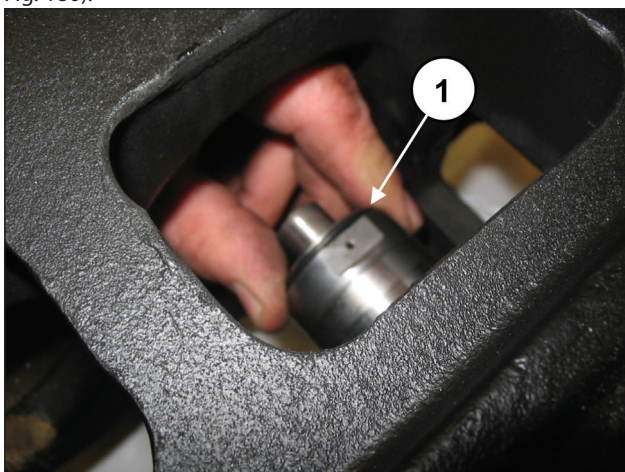
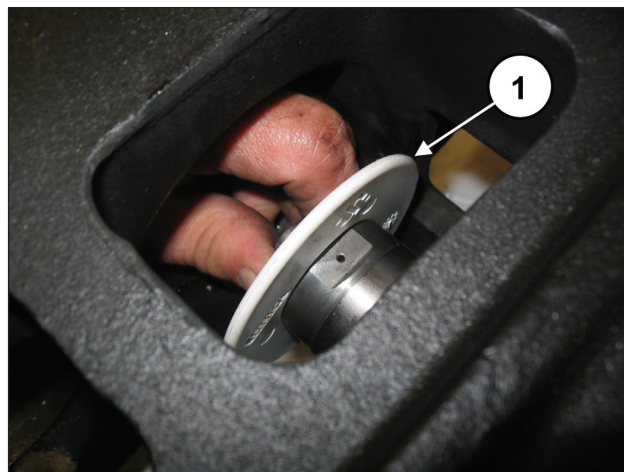

Fig. 179
Fig. 180
Posizionare il paraspruzzi completo di O-ring nell'alloggiamento sul guida pistone (pos. ①, Fig. 179 e Fig. 180).